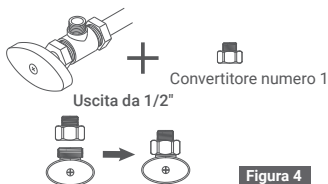

Figura 4
- Se l'uscita della valvola ad angolo è 1/2", collegarla prima con un convertitore No.1. (Figura 4)